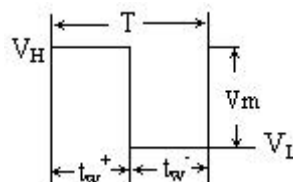

图 7 方波信号参数
- (2) 信号为 $V_{ip-p}=4V$ 、 $f_i=50KHz$ ，示波器采用双通道工作，分别调节 CH1 和 CH2 的 Y 灵敏度和上下位移，使显示波形高度和位置适中，调节 X 灵敏度，使波形显示 1~2 个周期，如图 7 所示，用光标法测出 t_ϕ ，则 V_o 滞后于 V_i 的相位差 $\Phi=360^\circ \cdot t_\phi / T$ 。